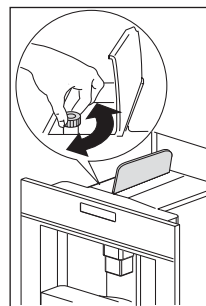

Fig. 21
- Se versando più di un misurino di caffè pre-macinato l'imbuto si intasa, utilizzare un coltello per far scendere il caffè (Fig. 21). Quindi togliere e pulire l'infusore e la macchina come descritto nel cap. "Pulizia dell'infusore".